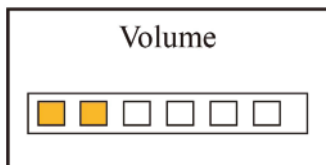

Figura 4.10B Configuração de volume
- ▶ **Volume:** Para definir o volume do som (incluindo som de alerta, som de bipe de pulso e som de clique das teclas), 6 níveis de volume de som opcionais, o padrão de fábrica é o nível 3. Veja figura 4.10B.